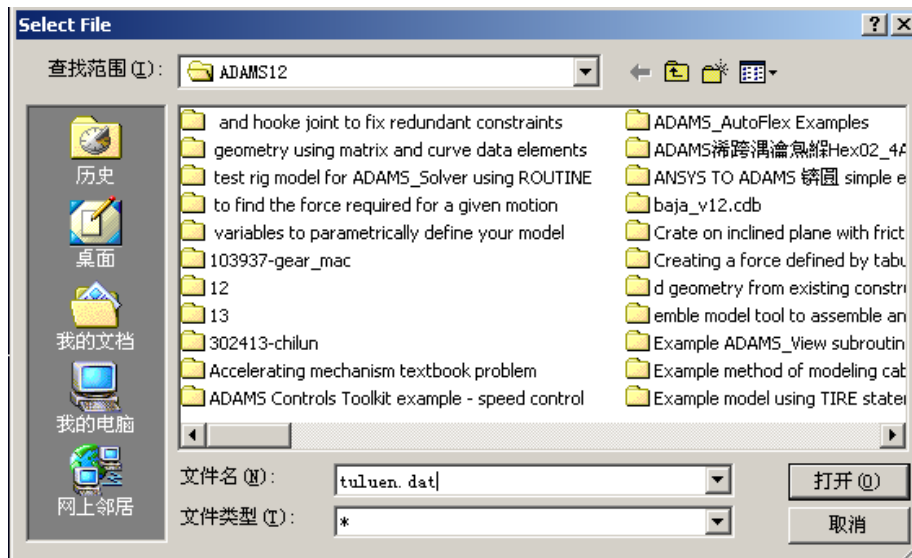

图 4-5 保存对话框
4.4 在 **Location Table** 对话框中，点击“**Write**”按钮，出现 **Select File** 保存对话框，如图 4-5 所示，在文件名栏中输入保存名“**tuluen.dat**”（名字可以随意取，但不要忘记后缀“.dat”），然后点击“**打开**”，进行保存。最后点击“**OK**”按钮两次，分别退出 **Location Table** 对话框和 **Modify Geometric Spline** 对话框。